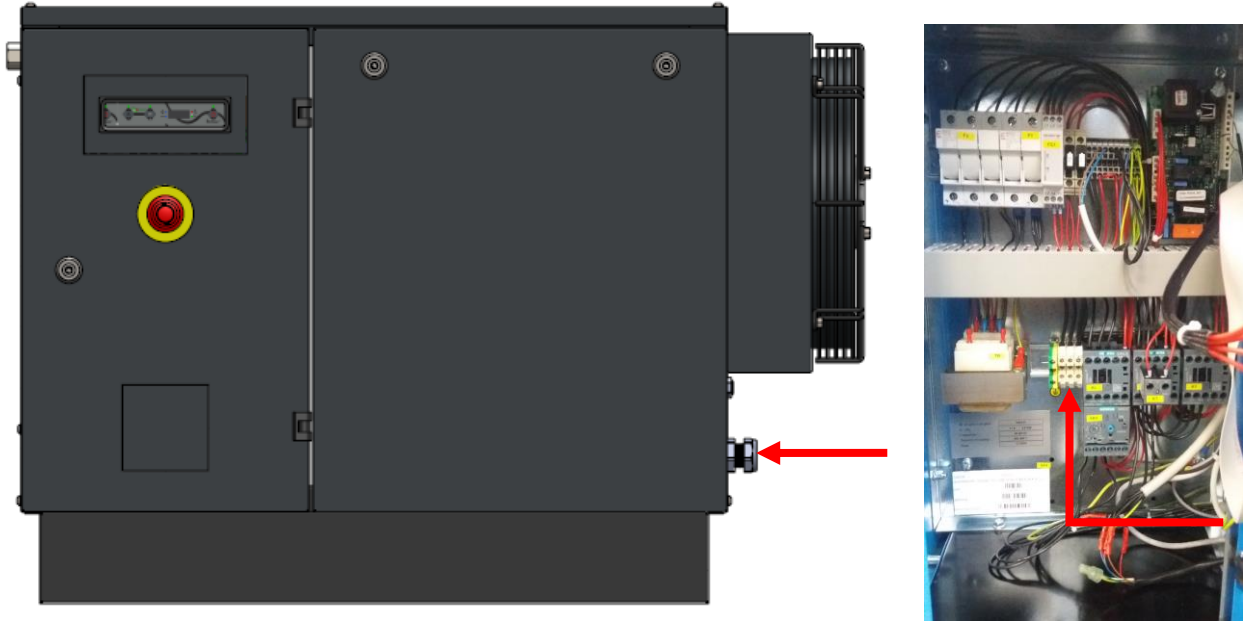

Figura 5
1. Inserire il cavo di alimentazione attraverso il pressacavo e seguire il percorso indicato dalla freccia rossa come indicato in figura 5.